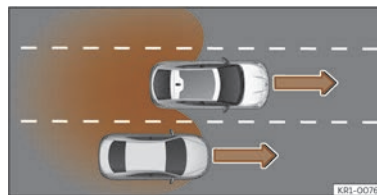

Fig. 153 Depășire pe banda centrală și apoi trecere pe banda din dreapta.
- La depășirea unui alt autovehicul >>> **fig. 153** cu o diferență de viteză de aproximativ 10 km/h (6 mph). Dacă vehiculul trece cu o viteză semnificativ mai mare, nu se afișează nicio indicație.